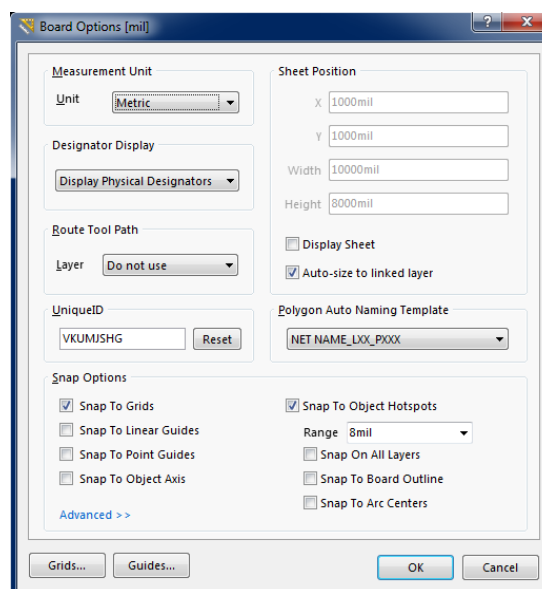

Рис. 5.1
1) Створіть файл PCB **File-New-PCB**. Далі відкрийте вікно налаштувань плати **Design-BoardOptions** (Рис. 5.1).